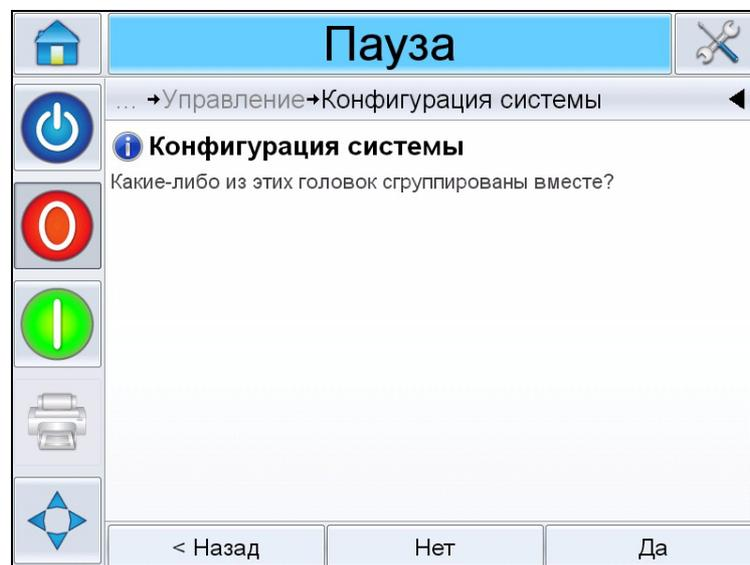

Рис. 5-10: Группировка печатающих головок
- 2 Нажмите *Далее* для выбора числа печатающих головок. Количество печатающих головок может быть от 1 до 4. Появится следующее диалоговое окно (Рис. 5-10 на стр. 5-9).